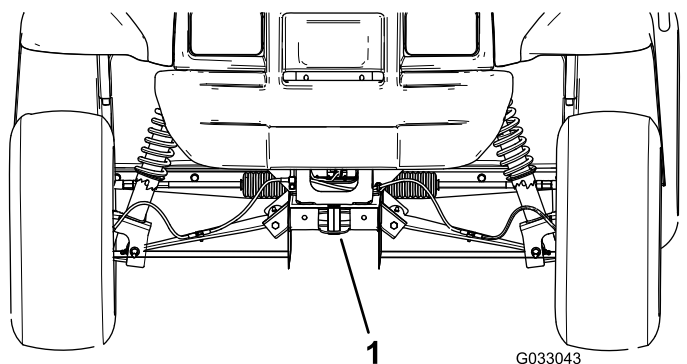

Figura 18
- Il punto di sollevamento nella parte anteriore della macchina si trova davanti al telaio dietro al timone di traino (Figura 18).